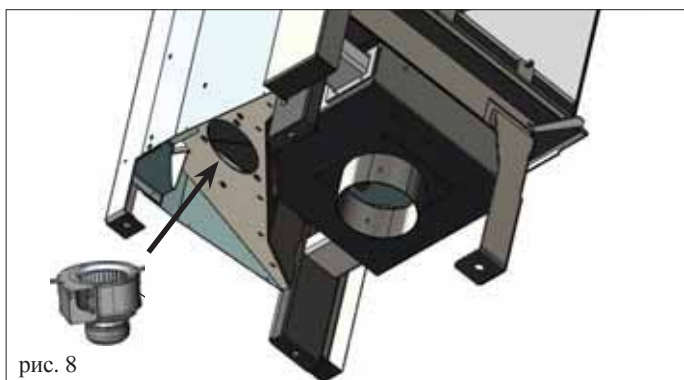

рис. 8
- Закрепить вентилятор при помощи винтов, входящих в комплект, на плите под камином (рис. 8).